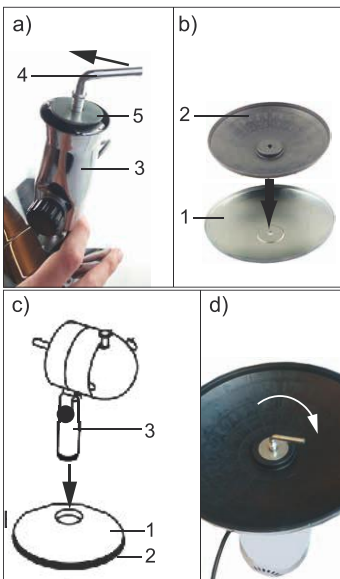

Fig. 136: Montage Basis
1. Ослабьте L-образный винт крепления (4) на цоколе.
2. Выкрутите винт, вращая его против часовой стрелки. Рис. 136 a).
3. Снимите подкладную шайбу (5) с цоколя (3).
4. Уложите вкладыш на подставку, как показано на рис. 136 b).
5. Установите цоколь на подставку. Рис. 136 c).
9. Прочно прикрутите L-образный винт крепления, вращая его по часовой стрелке. Рис. 136 d).